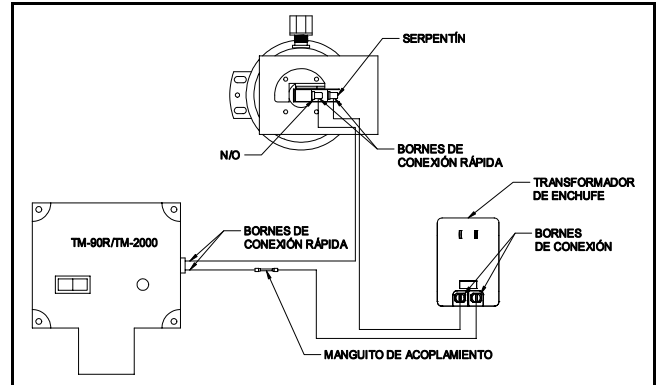

Figura 7
10. Consulte el diagrama de cableado para determinar las conexiones correctas de los cables. Conecte todos los cables según se indica en el diagrama. Use la abrazadera de cables para asegurarse de que los cables no se aflojen del conmutador de presión. Coloque un nudo flojo en el cable dentro de la caja de empalme si es necesario. Asegure la tapa de la caja a la caja cuando haya completado la operación. (Ver Figura 7)